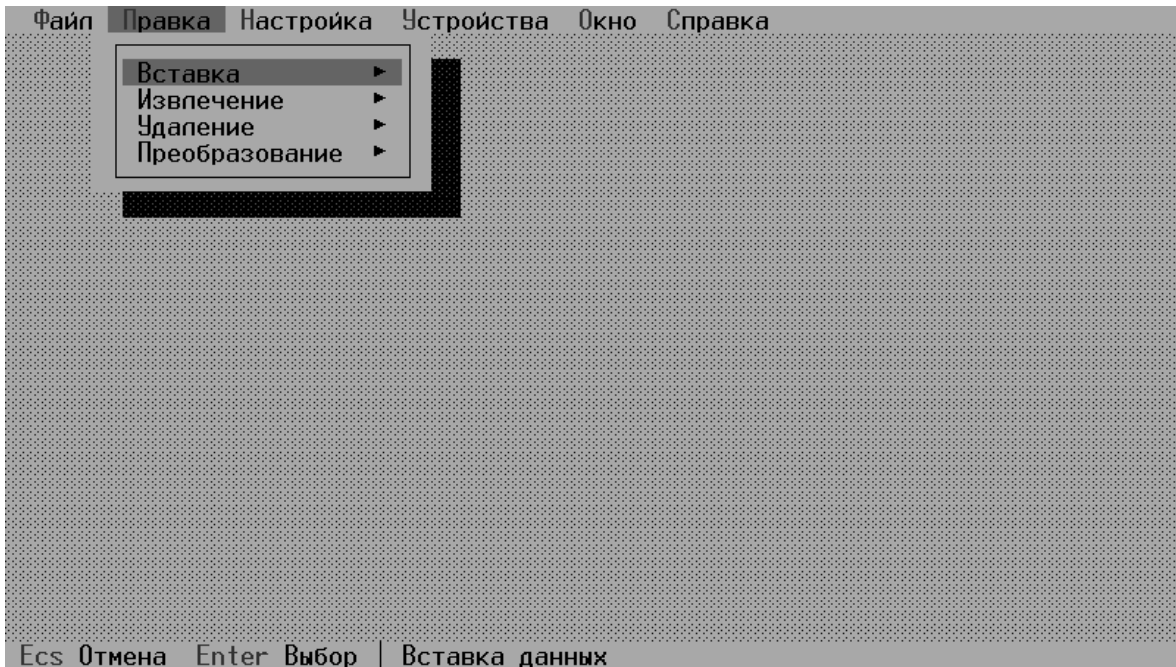

Рис. 6. Меню **Правка** программы.
С помощью меню **Правка** (см. рис. 6) можно произвести следующие действия:
- удалить файл данных из проекта (опция **Удалить/Удалить файл** или кнопка клавиатуры <F8> см. рис.6), при этом удаляется файл, отмеченный в окне '**Список файлов**' окна буфера обмена. Каждое удаление сопровождается подтверждением выбранной операции;